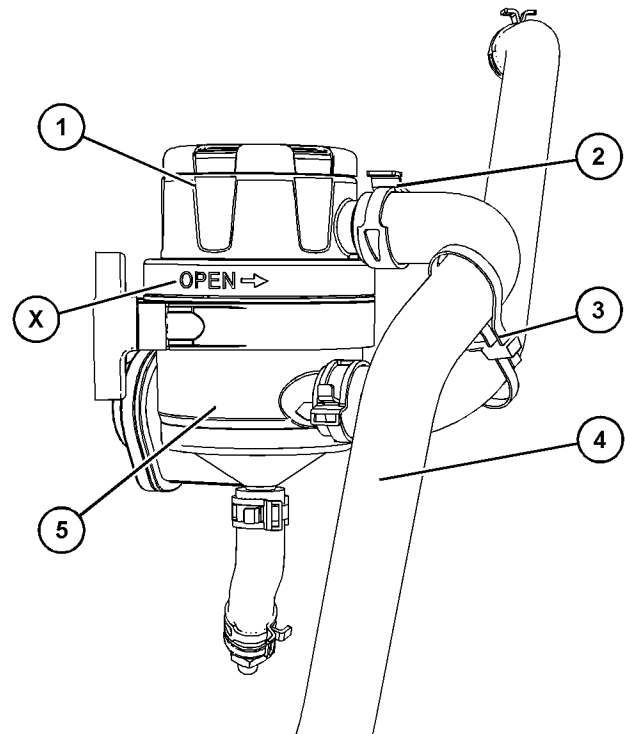

Abbildung 70
3. Bei Bedarf den Kabelbinder (3) durchschneiden.
4. Das Schlauch (4) vom Deckel (1) abnehmen.
5. Den Deckel (1), wie an der Stelle (X) in der Abbildung 70 dargestellt, entgegen dem Uhrzeigersinn drehen. Den Deckel (1) vom Hauptgehäuse (5) entfernen.